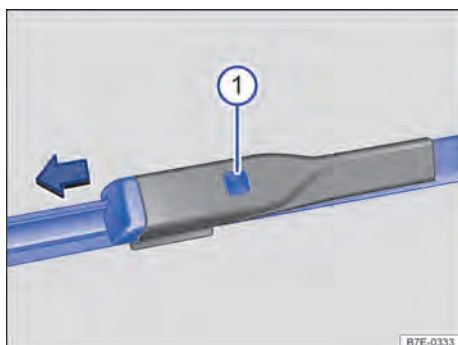

Fig. 170 Sur le pare-brise : remplacement des balais d'essuie-glace avant
① Touche de déverrouillage
3. Maintenez la touche de déverrouillage enfoncée et retirez simultanément le balai d'essuie-glace dans le sens de la flèche → fig. 170 ①.